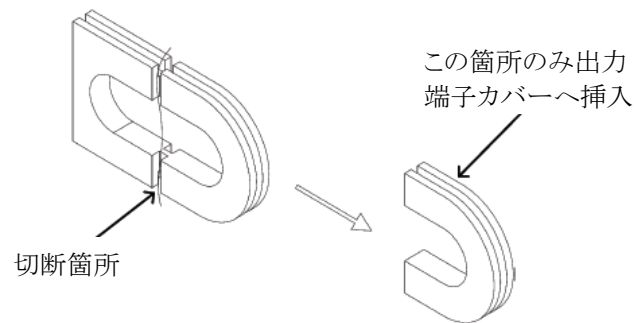

図4-60 プラスチックプロテクターの切断方法
3. 図4-60に示すようにプラスチックプロテクターを切断します。
切断したプラスチックプロテクターのうち、図4-60に記載のある箇所のみ出力端子カバーへ挿入します。